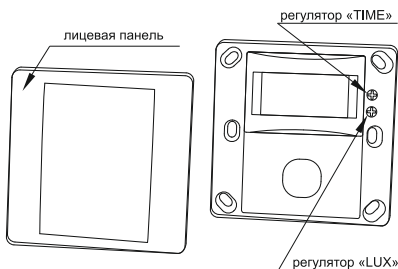

Рисунок 13 – Конструкция датчика движения ДД 029
- снимите лицевую панель с основания датчика, поддев её отвёрткой с прямым шлицем (рисунок 13, рисунок 15, рисунок 16 для датчиков ДД 029, ДД 031 и ДД 035 соответственно);
Регуляторы порога срабатывания в зависимости от уровня освещённости LUX и выдержки времени включения датчика TIME находятся под лицевой панелью датчика (рисунок 13). Регулировка осуществляется с помощью отвертки с прямым шлицем.